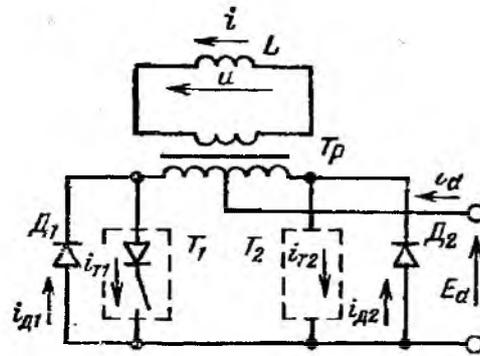

Рис. 11. Схема идеального однофазного инвертора
15. В схеме идеального однофазного инвертора представленной на рис. 11, тиристоры заменены диодами и ключами, соединенными последовательно. Инвертор питает чисто индуктивную нагрузку через трансформатор. Построить кривые токов  $i_d, i, i_{D1}, i_{D2}, i_{11}, i_{12}$ , и напряжения  $u$  и найти средние значения токов диодов и тиристоров, если  $E_d = 10$  В,  $L = 1$  мГн,  $f = 100$  Гц. Трансформатор идеальный, его коэффициент трансформации, отнесенный к одной полуобмотке, равен 1:1.